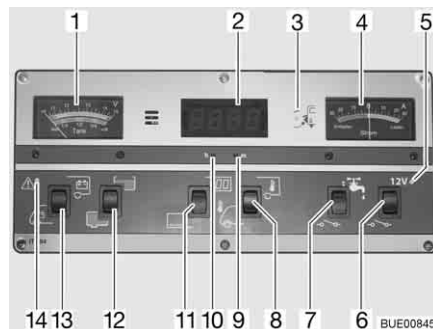

Fig. 155 Panneau de contrôle IT 994
Observer sur l'indicateur de charge/de niveau de réservoir (Fig. 155,1), la graduation supérieure. L'indicateur s'éclaire automatiquement dès qu'un commutateur est actionné.
- Commutateur à bascule (Fig. 155,13) vers le bas : La tension de la batterie de démarrage est affichée.
- Commutateur à bascule (Fig. 155,13) vers le haut : La tension de la batterie de cellule est affichée.
Observer sur l'indicateur de charge/de niveau de réservoir (Fig. 155,1) la graduation inférieure. L'indicateur s'éclaire automatiquement dès qu'un commutateur est actionné.
- Commutateur à bascule (Fig. 155,12) vers le haut : Le niveau du réservoir d'eau est affiché.
- Commutateur à bascule (Fig. 155,12) vers le bas : Le niveau du réservoir d'eaux usées est affiché.
Le voyant d'alerte rouge ALARME (Fig. 155,14) clignote dès que la charge de la batterie de cellule descend en dessous de 11 V (mesurée en marche) et qu'il y a risque de décharge profonde des batteries.
- Commutateur à bascule (Fig. 155,11) vers le haut : L'affichage de l'horloge numérique est activé. L'affichage de température est en ordre de marche.
- Commutateur à bascule (Fig. 155,11) vers le bas : L'affichage de l'horloge numérique et l'affichage de température sont désactivés.
- Appuyer avec un objet fin, p. ex. l'extrémité d'un stylo à bille, sur l'orifice pour l'affichage des heures (Fig. 155,10) jusqu'à ce que l'indication des heures souhaitée s'affiche.
- Appuyer avec un objet fin, p. ex. l'extrémité d'un stylo à bille, sur l'orifice pour l'affichage des minutes (Fig. 155,9) jusqu'à ce que l'indication des minutes souhaitée s'affiche.
- Commutateur à bascule (Fig. 155,8) vers le haut : La température intérieure s'affiche.
- Commutateur à bascule (Fig. 155,8) vers le bas : La température extérieure s'affiche.
Cet indicateur (Fig. 155,4) permet de visualiser en permanence le flux de courant actuel de la batterie. L'indicateur s'éclaire automatiquement dès qu'un commutateur est actionné.
L'interrupteur principal 12 V (Fig. 155,6) établit ou coupe le panneau de contrôle et l'alimentation 12 V de la cellule.
Mise en marche : ■ Commutateur à bascule (Fig. 155,6) vers le haut : L'alimentation 12 V de la cellule est assurée. Le voyant de contrôle (Fig. 155,5) s'allume en vert.
Mise hors service : ■ Commutateur à bascule (Fig. 155,6) vers le bas : L'alimentation 12 V de la cellule est coupée. Le voyant de contrôle (Fig. 155,5) s'éteint.
Le voyant de contrôle 12 V (Fig. 155,5) s'allume dès que l'interrupteur principal 12 V (Fig. 155,6) est enclenché.
Le voyant de contrôle jaune 230 V (Fig. 155,3) s'allume si l'arrivée du bloc électrique est sous tension de réseau.
Mise en marche : ■ Commutateur à bascule (Fig. 155,7) vers le haut : L'alimentation en eau est activée.
Mise hors service : ■ Commutateur à bascule (Fig. 155,7) vers le bas : L'alimentation en eau est désactivée.